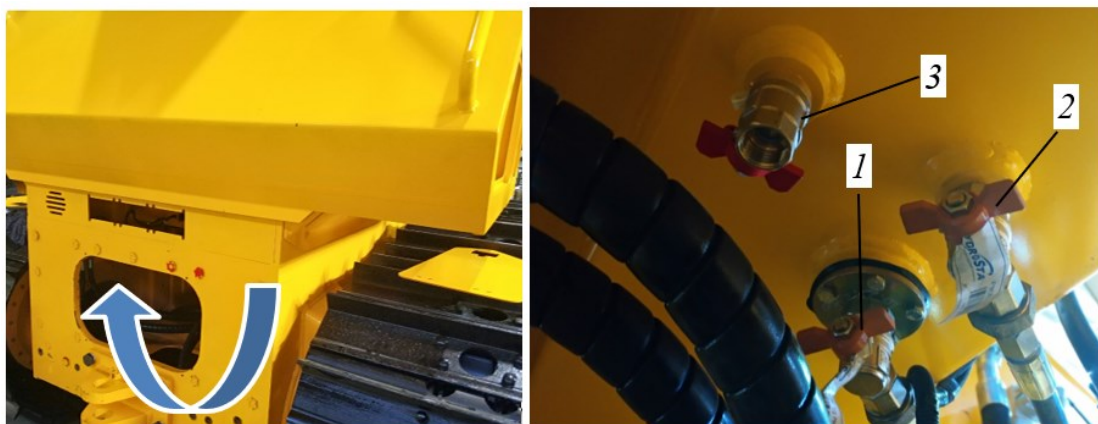

Рисунок 5.27. Размещение запорных кранов на топливном баке
Запорный кран для слива отстоя и конденсата расположен под баком, в задней части машины, см. рис. 5.27.
Доступ к кранам реализован через лючок в задней части машины (на рис. 5.27 показано синей стрелкой, в случае отсутствия заднего навесного оборудования), либо через трансмиссионный отсек при поднятой кабине оператора.
- ▶ Перекрыть краны подвода (обратка) 2 в бак и отвода (подача) 1 топлива из бака в фильтр рис. 5.27.
- ▶ Открыть краны подачи 1 и обратки 2 на топливном баке, см. рис. 5.27.